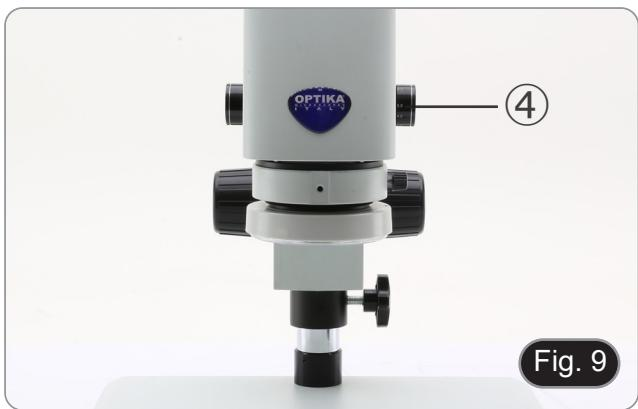

Fig. 9
1. Tournez la bague de réglage du zoom ④ jusqu'au grossissement minimum. (Fig. 9)
3. Tournez la bague de réglage du zoom ④ jusqu'au grossissement maximum.
1. Tournez la bague de réglage du zoom ④ pour modifier le grossissement au niveau souhaité. (Fig. 9)